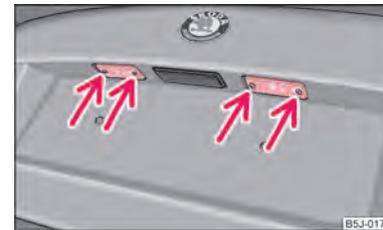

Abb. 164 Kennzeichenleuchte ausbauen
- Öffnen Sie die Gepäckraumklappe und schrauben Sie das Leuchtenglas ab ⇒ **Abb. 164**.